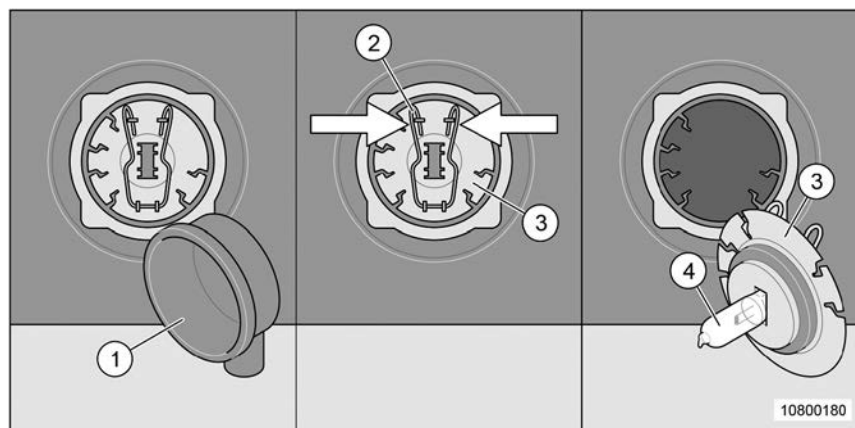

Fig. 171 Remplacement de l'ampoule du feu antibrouillard
1. Enlever l'écran (Fig. 171/1).
2. Comprimer les pinces (Fig. 171/2).
3. Retirer l'ampoule (Fig. 171/3) du culot et la remplacer.
- En remplaçant l'ampoule, ne pas toucher le verre (Fig. 171/4) avec les mains.